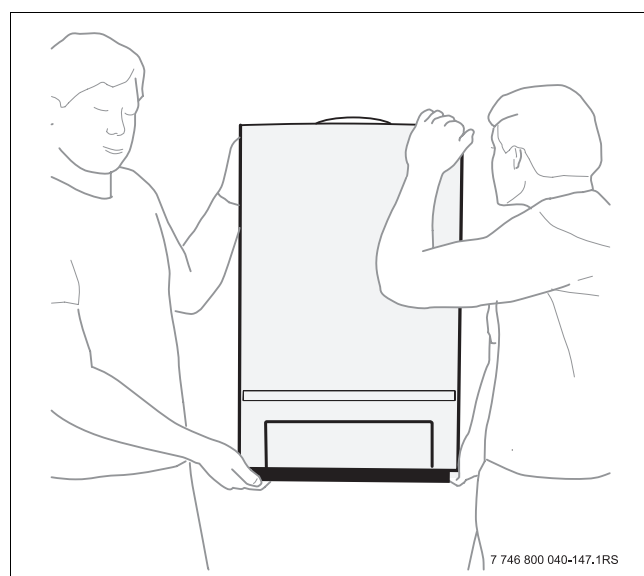

Fig. 8 Ținerea și sprijinirea corectă a echipamentului
- ▶ Transportați aparatul de încălzire pe o parte și nu ținând de panoul de comandă sau de racordul pentru evacuarea gazelor arse (→ fig. 8).